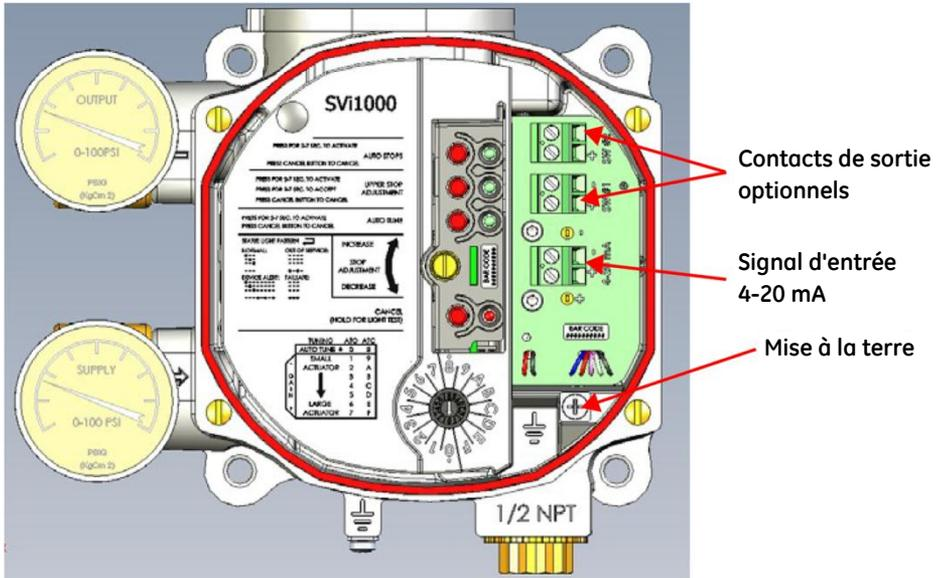

Figure 18 Connexions au module électronique (via la carte de raccordements)
2. Branchez les bornes + / - à la source de courant: + au + et - au - (Figure 18).
- Localiser les connecteurs du signal 4-20 mA sur la carte de raccordements (Figure 18).